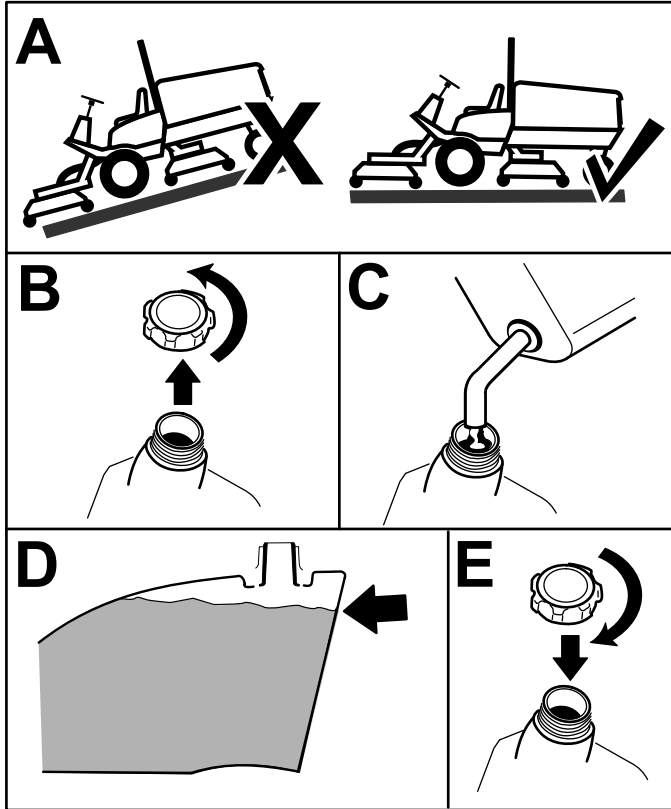

Figura 18
1. Aparque la máquina en una superficie nivelada (Figura 18).
2. Retire el tapón del depósito de combustible (Figura 18).
3. Llene el depósito hasta que el nivel alcance de 6 a 13 mm por debajo de la parte inferior del cuello de llenado (Figura 18).
4. Instale firmemente el tapón del depósito de combustible después de llenar el depósito (Figura 18).